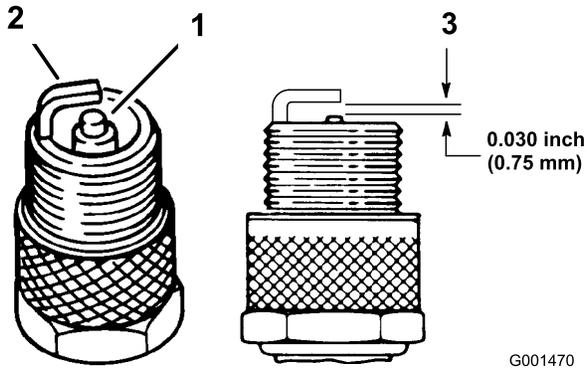

Bild 24
1. Sehen Sie sich die Mitte der Zündkerzen an (Bild 24). Wenn der Kerzenstein hellbraun oder grau ist, ist der Motor richtig eingestellt. Eine schwarze
2. Prüfen Sie den Abstand zwischen den mittleren und seitlichen Elektroden (Bild 24). Verbiegen Sie die seitliche Elektrode (Bild 24), wenn der Abstand nicht stimmt.
3. Schließen Sie den Zündkerzenstecker an die Zündkerzen an (Bild 24).